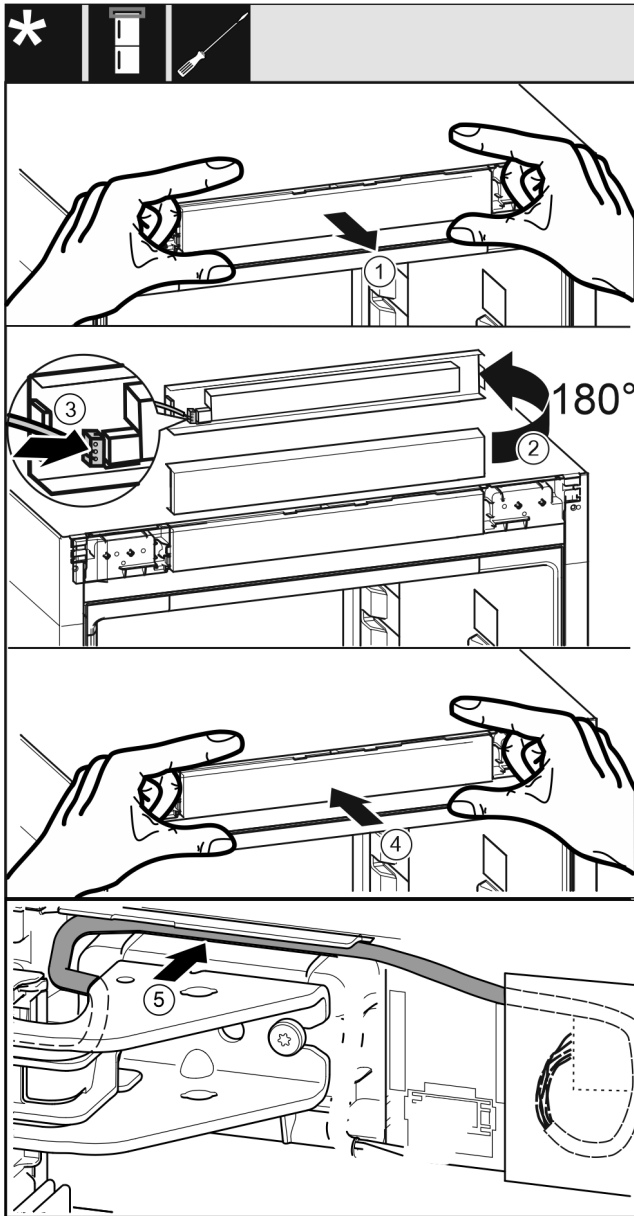

Fig. 44
- ▶ Bedienblende Fig. 44 (1) vorsichtig herausnehmen.
- ▶ Bedienblende Fig. 44 (2) um 180° nach oben drehen.
- ▶ Stecker Fig. 44 (3) an der Bedienteilblende einrasten.
- ▶ Bedienblende Fig. 44 (4) wieder am Gerät einrasten.
- ▶ Kabel Fig. 44 (5) vorsichtig in der Führung über dem oberen Lagerbock verlegen.